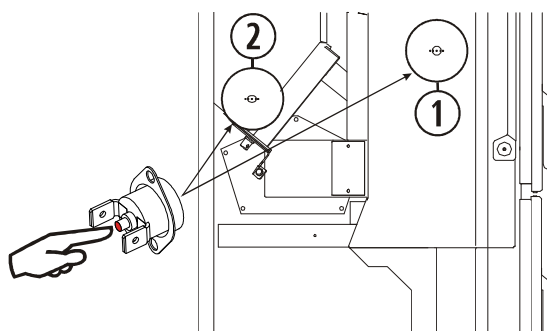

Figura 30
- Per accedere ai termostati nelle stufe **Oslo** e **Bremen**, si dovrà aprire la porta laterale sinistra, come indicato in *figura 30*